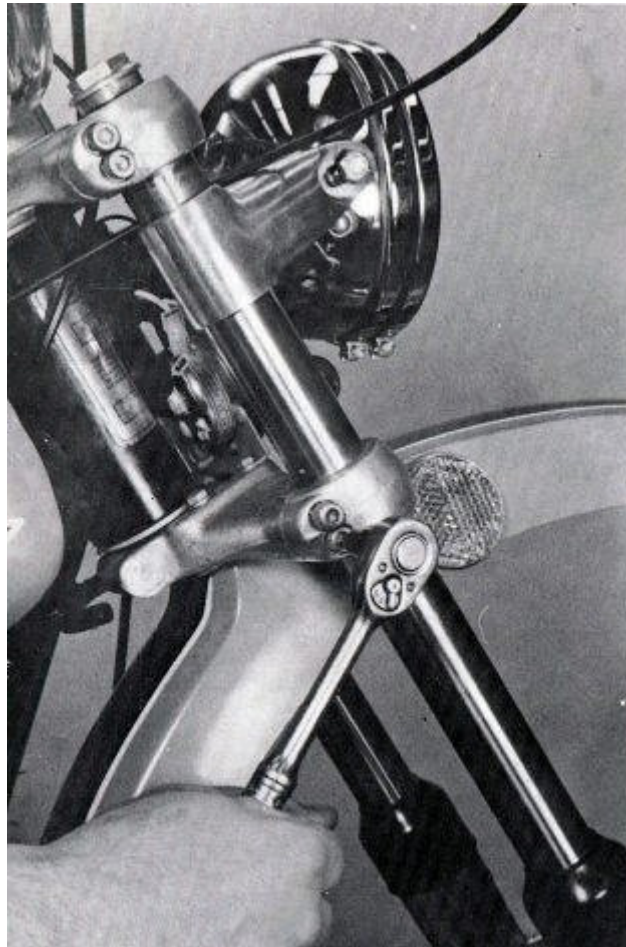

FIG. 159
6. Afloje, pero no quite los 25 mm las tuercas de horquilla. Hay ocho tornillos Allen que sujetan los tubos de tenedor con firmeza en las horquillas. Con una llave Allen de 6 mm, afloje los ocho tornillos de estos dos o tres vueltas cada uno. (Fig. 159)